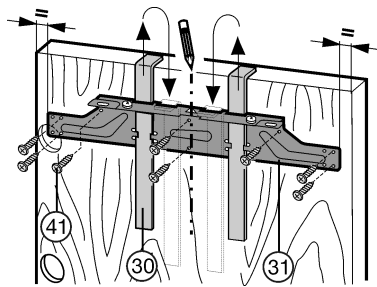

Fig. 19
- ▶ Befestigungstraverse Fig. 19 (31) über die Kontermuttern Fig. 19 (32) abschrauben.
- ▶ Befestigungstraverse Fig. 19 (31) mit den Montagehilfen Fig. 19 (30) auf die Innenseite der Möbeltür hängen.
- ▶ Befestigungstraverse Fig. 19 (31) mittig ausrichten: kurze Mittellinie auf Möbeltür anzeichnen und Pfeilspitze der Traverse darüberbringen.
- ▶ Befestigungstraverse Fig. 19 (31) mit mindestens 6 Schrauben Fig. 19 (41) festschrauben.
- ▶ Befestigungstraverse Fig. 19 (31) mit 4 Schrauben Fig. 19 (41) am Rand festschrauben.
- ▶ Montagehilfen Fig. 19 (30) nach oben herausziehen und in die danebenliegenden Ausnahmeöffnungen gedreht einschieben.